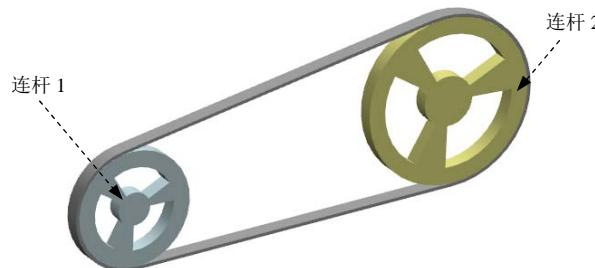

图 5.4.2 带传动机构模型
2 连接传动副可以用于带传动机构的运动仿真，下面以图 5.4.2 所示的带传动机构为例，说明创建 2 连接传动副的一般过程。
Step5. 定义连杆 1。选择下拉菜单  →  命令，系统弹出“连杆”对话框；选取图 5.4.2 所示的小带轮为连杆 1；在 **质量属性选项** 下拉列表中选择 **自动** 选项；在 **设置** 区域中取消选中  **固定连杆** 复选框；在 **名称** 文本框中采用默认的连杆名称“L001”；单击 **应用** 按钮，完成连杆 1 的定义。
Step6. 定义连杆 2。选取图 5.4.2 所示的大带轮为连杆 2；在 **质量属性选项** 下拉列表中选择 **自动** 选项；在 **设置** 区域中取消选中  **固定连杆** 复选框；在 **名称** 文本框中采用默认的连杆名称“L002”；单击 **确定** 按钮，完成连杆 2 的定义。